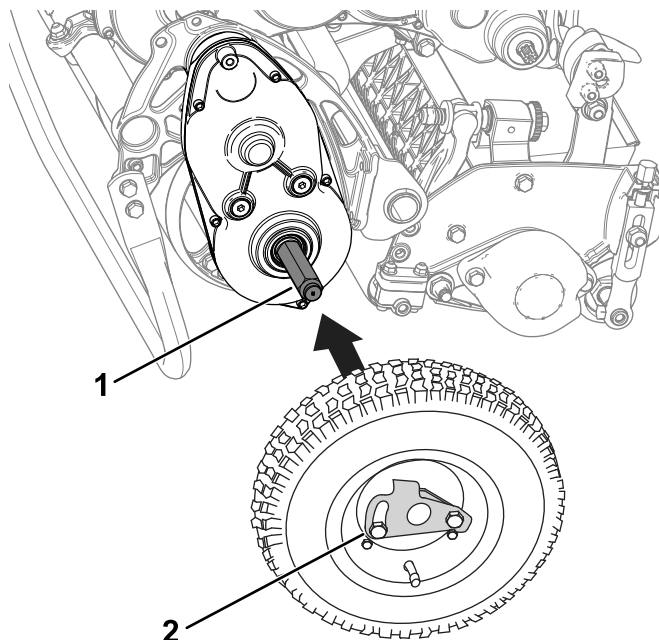

Figura 18
2. Deslice una rueda sobre un eje (Figura 18).
3. Gire el clip de retención de la rueda (Figura 18) alejándolo del centro de la rueda, dejando que esta entre más en el eje.